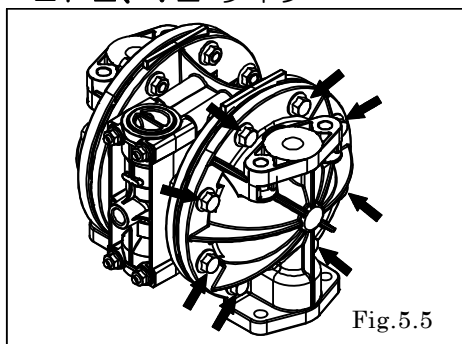

Fig.5.5
- ・アウトチャンバー取付ボルト、ナット 16 か所を外し、アウトチャンバーを取り外す。〔Fig.5.5〕